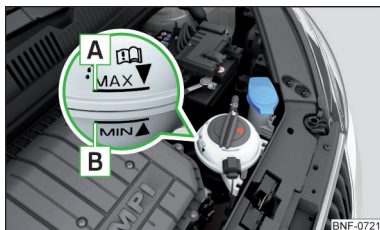

Fig. 140
Kontrol af kølevæskestand – kølevæskestanden skal være mellem markeringerne **A** og **B** » Fig. 140. Hvis kølevæskestanden er under markeringen **B**, skal du påfylde kølevæske.
Kølevæskens **specifikation** er angivet på kølevæskebeholderen » Fig. 140.
- Påfyld ikke kølevæske over markeringen **A** » Fig. 140. Kølevæsken kan blive trykket ud af kølesystemet ved opvarmning – risiko for beskadigelse af delene i motorrummet.